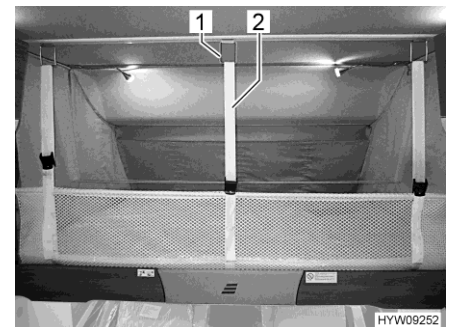

Fig. 102 Filet de sécurité (lit escamotable)
- Desserrer les sangles de sécurité (Fig. 102,2) et ranger le filet de sécurité sous le matelas.
- Suspendre les sangles de sécurité (Fig. 102,2) aux crochets (Fig. 102,1) situés au plafond.